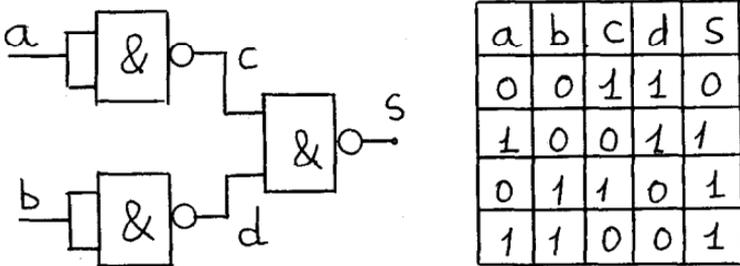

Fig. 2
2) Faire de la logique. Avec les 4 portes \overline{ET} disponibles, on peut faire d'autres portes : NON ET, \overline{ET} , \overline{OU} , OU, OU exclusif. Par exemple, voici comment faire une porte OU avec 3 portes ET (fig. 2).